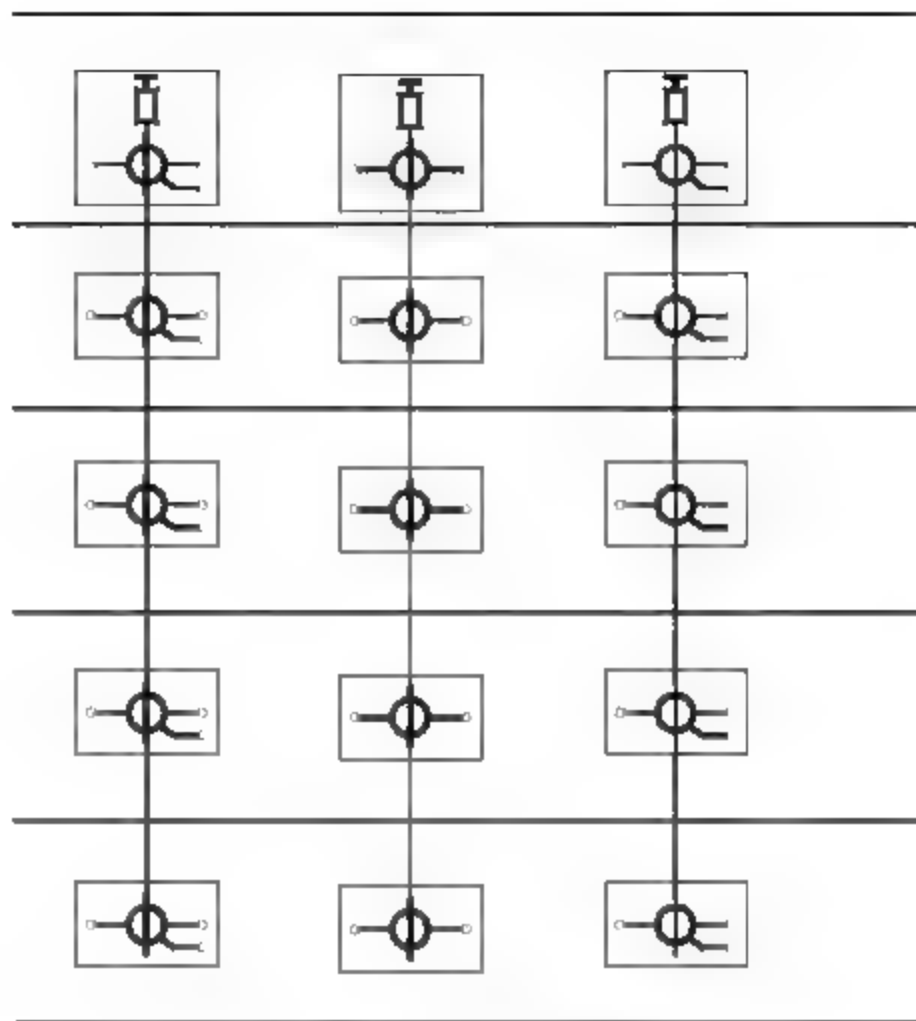

图13-35 绘制结果
**06** 重复调用PL【多段线】命令，修改【宽度】为30，绘制线路连接分支器、天线图形，如图13-35所示。